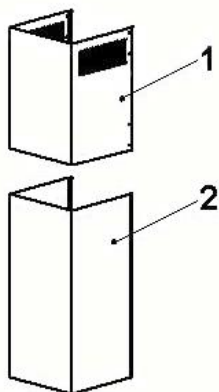

Abb. 5
Der Kaminschacht besteht aus 2 Teilen, einem Außenteil (Grundschaft) (2), und dem Innenteil (Teleskopteil) (1). (Abb.5)